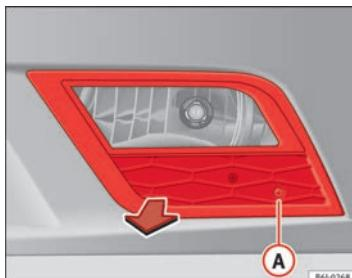

Fig. 158 Faro antiniebla
- Retire el tornillo →fig. 158 A de la reja del faro antiniebla presionando para ello un destornillador.